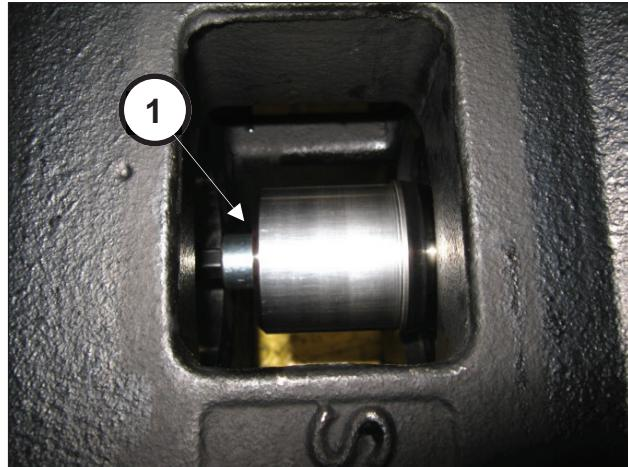
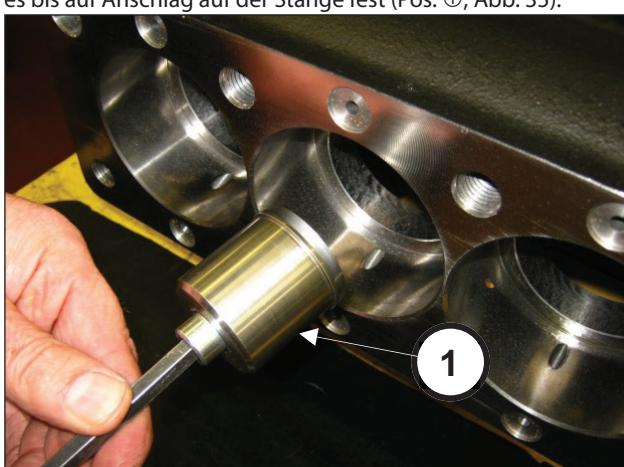

Abb. 35
Abb. 34
Setzen Sie das Werkzeug (Pos. ①, Abb. 34) ein und drehen Sie es bis auf Anschlag auf der Stange fest (Pos. ①, Abb. 35).